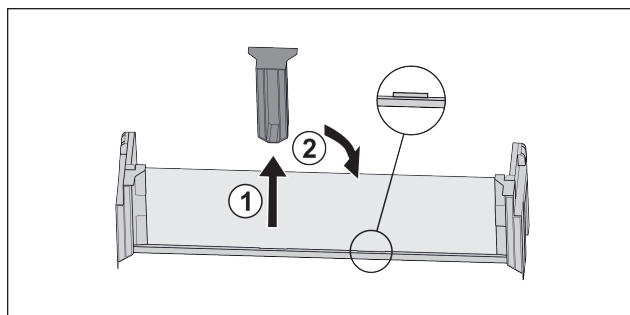

Fig. 23
- ▶ Stáhněte prostřední přídržný díl Fig. 23 (1).
- ▶ Vložte prostřední přídržný díl do druhé polohy Fig. 23 (2).